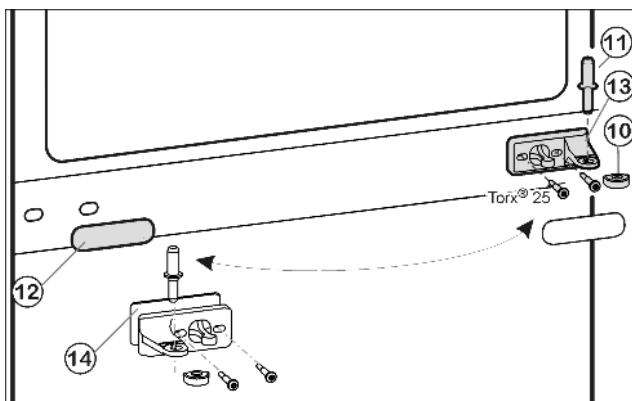
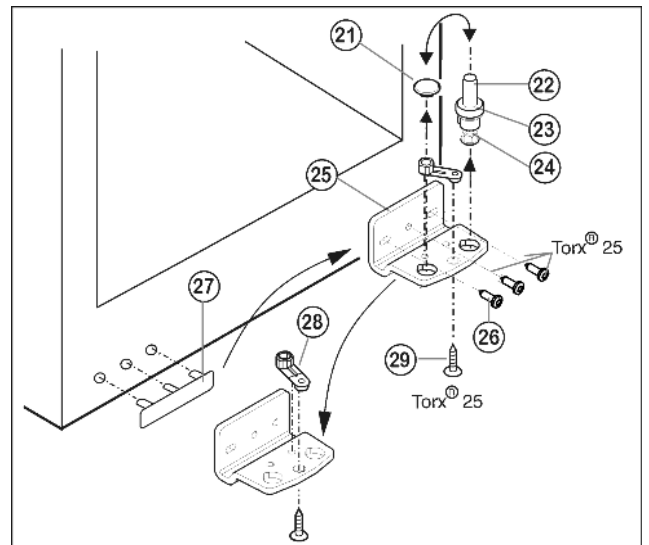

Fig. 9
Fig. 10
- ▶ Ležajni sornik na sredini Fig. 9 (11) izvlecite iz ležajnega podstavka in spodnjih vrat.
- ▶ Snemite plastični pokrov Fig. 9 (10).
- ▶ Ležajni podstavek na sredini Fig. 9 (13) odvijte (2 krat Torx® 25).
- ▶ Previdno snemite zastiralo Fig. 9 (12).
- ▶ Odvijte ležajni podstavek na sredini Fig. 9 (13) s podlago Fig. 9 (14) in ga za 180° obrnjenega prestavite na novo stran s tečaji (s 4 Nm).
- ▶ Zastiralo Fig. 9 (12) za 180° obrnjeno nataknete na novo stran z ročajem.
- ▶ Ležajne sornike Fig. 10 (22) v celoti skupaj s podložko Fig. 10 (23) innogami Fig. 10 (24) izvlecite s potegom navzgor.
- ▶ Dvignite čepe Fig. 10 (21).
- ▶ Odvijte ležajni podstavek Fig. 10 (25) Fig. 10 (26).
- ▶ Odvijte Fig. 10 (29) ležaj Fig. 10 (28) in ga prestavite v nasprotno odprtno ležajnega podstavka, močno privijte.
- ▶ Pokrov na strani z ročajem Fig. 10 (27) previdno dvignite in prestavite na nasprotno stran.
- ▶ Ležajni podstavek Fig. 10 (25) vstavite na novo stran s tečaji in s pomočjo akumulatorskega izvijača ponovno privijte (s 4 Nm).
- ▶ Čepe Fig. 10 (21) vstavite v drugo odprtno.
- ▶ Ponovno vstavite ležajne sornike Fig. 10 (22) v celoti skupaj s podložko in nogami. Pri tem pazite na to, da je zaskočni zapah obrnjen nazaj.
- ▶ Zgornja vrata od zgoraj nasadite na ležajni sornik spodaj *Fig. 10 (22)*.
- ▶ Plastičen pokrov *Fig. 9 (10)* ponovno nataknite na ležajni podstavek na sredini *Fig. 9 (13)*.
- ▶ Ležajni sornik na sredini *Fig. 9 (11)* vstavite na novo stran s tečaji skozi ležajni podstavek na sredini *Fig. 9 (13)* v vodilo spodnjih vrat.
- ▶ Zgornja vrata postavite na ležajni sornik na sredini *Fig. 9 (11)*.
- ▶ Vrata po potrebi čez obe vzdolžni odprtini v ležajnem podstavku spodaj *Fig. 10 (25)* in ležajnem podstavku na sredini *Fig. 9 (13)* poravnajte z ohišjem aparata. Odvijte srednji vijak v spodnjem ležajnem podstavku *Fig. 10 (25)*.